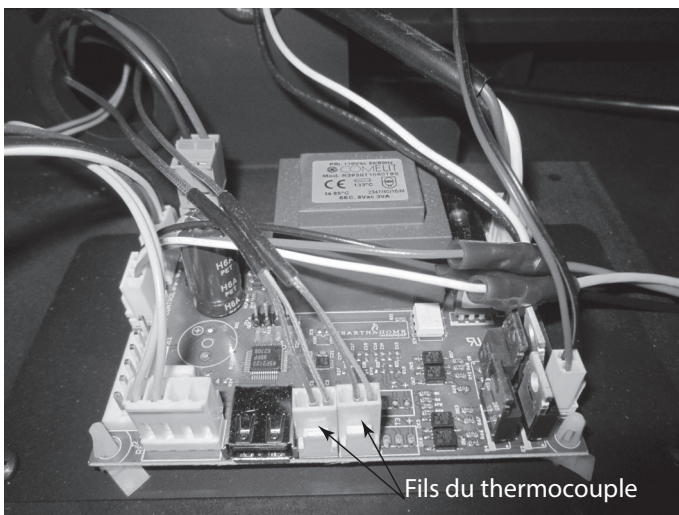

Figure 4.14 Débranchez les fils du thermocouple
- Débranchez les fils du thermocouple de la carte de commande. Voir la figure 4.14.